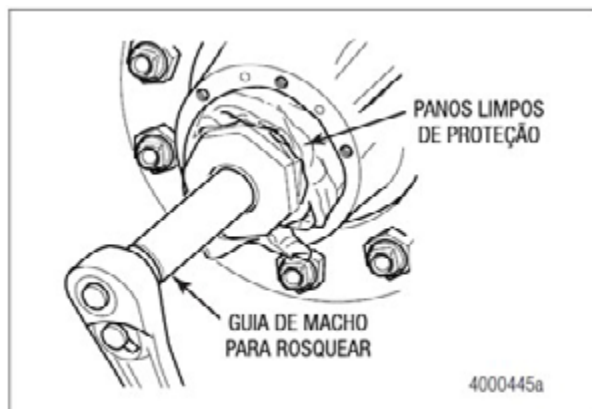

Figura 2.38
12. Instale o guia de machos na ponteira. Rosqueie a ponteira com um macho de 1/4 de polegada NPT. Um soquete de 1/2 polegada, 12 pontos e uma catraca de 3/8 de polegada podem ser usados para girar o macho. Use lubrificante para roscas. Veja a Figura 2.38. Consulte a Seção 7 para obter o número da peça do guia de rosca da ponteira sólida.